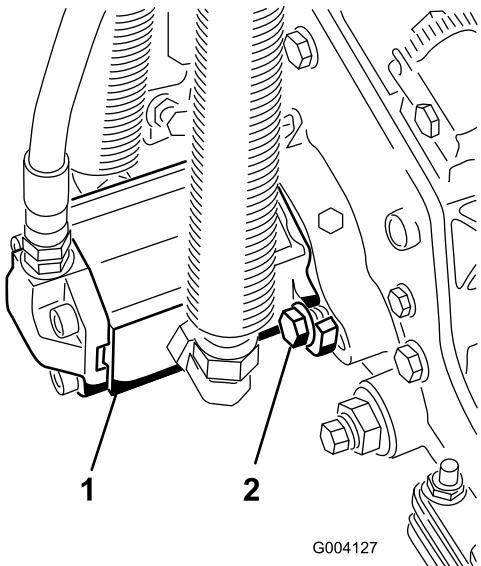

Figura 14
15. Instale el motor girándolo en el sentido de las agujas del reloj de modo que las bridales del motor no choquen con los pernos (Figura 14).